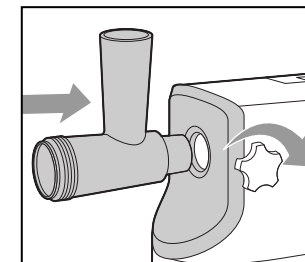

Рис. 1
1. Вставьте корпус головки мясорубки в углубление на корпусе мотора. Удерживайте его одной рукой в вертикальном положении. Вращайте фиксатор головки мясорубки по часовой стрелке для того, чтобы надежно закрепить его к корпусу мотора (см. Рисунок 1).